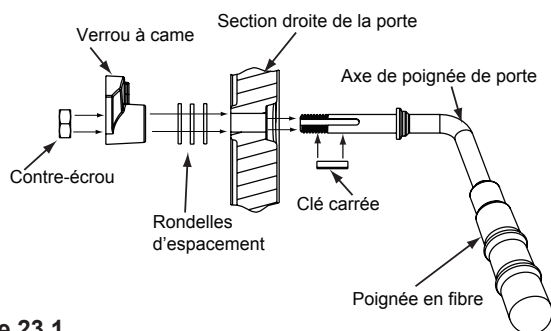

Figure 23.1
2. Placez une deuxième ou plusieurs rondelles comme illustré à la **Figure 23.1**.
6. Installez la poignée en fibre (**Figure 23.1**).